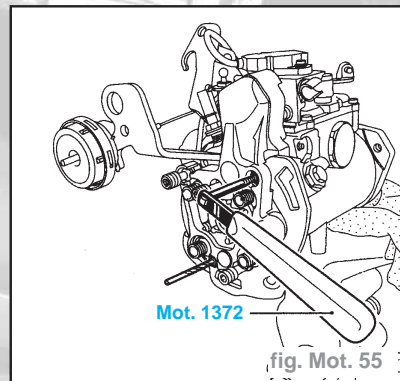

fig. Mot. 55
- Utiliser l'extracteur et la poignée de la collection pour retirer les vis (fig. Mot. 55).